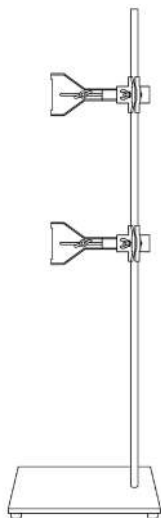

Рис. 121. Штатив для бюреток
11. Штатив для бюреток (рис. 121) состоит из: массивного стального основания, защищенного порошковой краской, штанги из нержавеющей стали, вкручивающейся в основание, винтов из оцинкованной стали, свободно перемещаемых вдоль штанги вверх/вниз, вправо/влево и полипропиленовых зажимов. Винты и держатели перемещаются по штанге под конкретные размеры бюретки. Основание снабжено противоскользящими ножками.